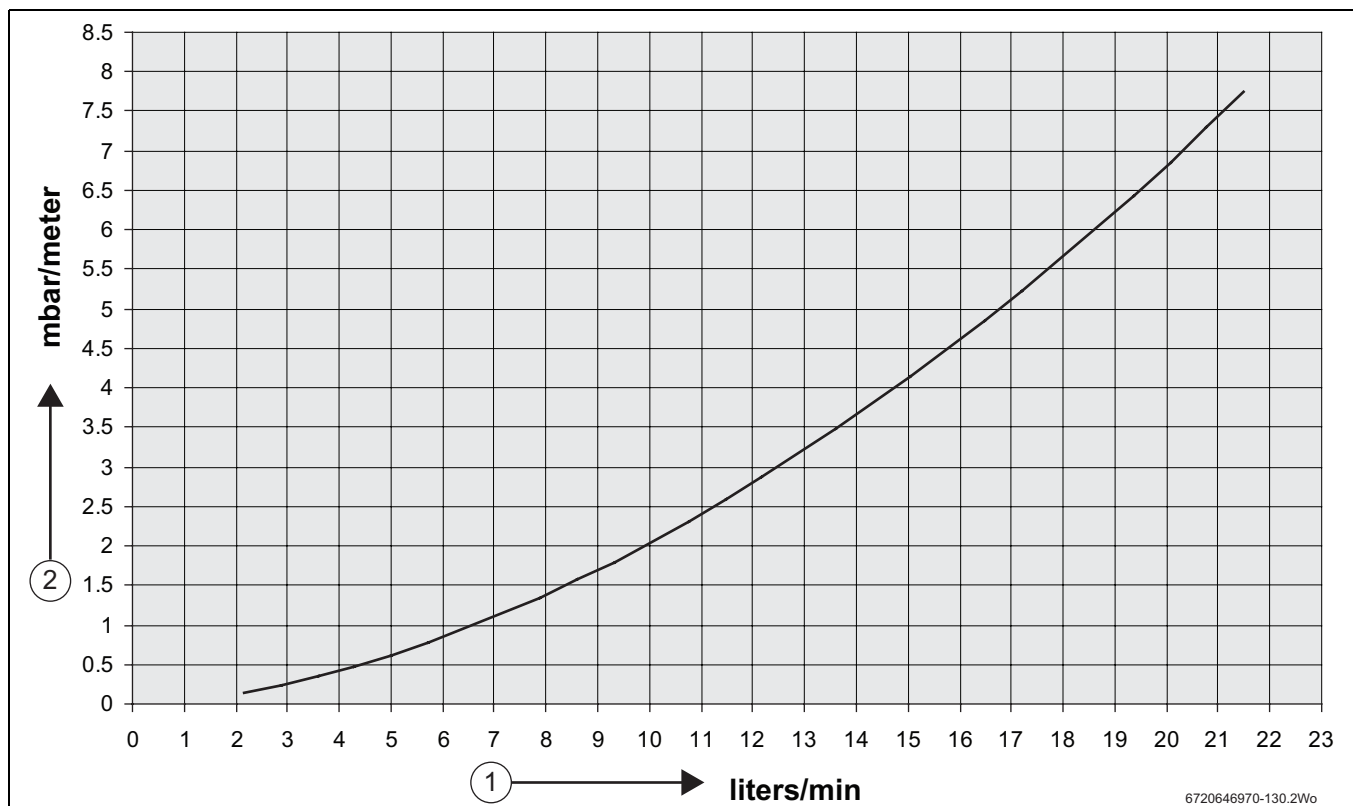
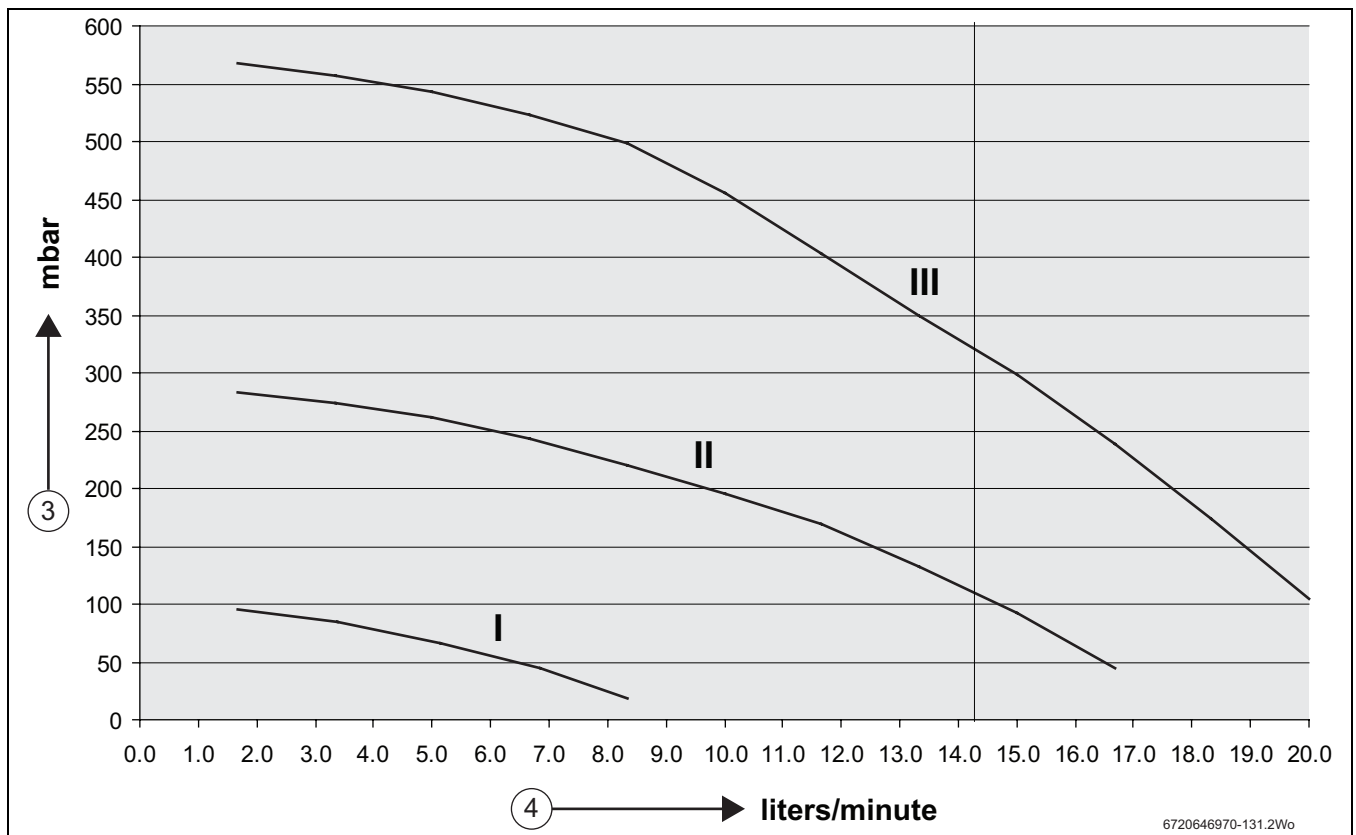

Bild 52 Druck und Volumenstrom im Hybrid-Manager (Inneneinheit)
Bild 53 Verfügbare Förderhöhe
1. Die Pumpe im Hybrid-Manager muss auf eine konstante Drehzahlstufe III, II oder I eingestellt sein. Wir empfehlen, die niedrigste Drehzahlstufe einzustellen, die dem Gesamtdruckverlust der Anlage (P) entspricht.
2. Die verfügbare Förderhöhe der Pumpe (siehe Bild 53 – verfügbare Förderhöhe) muss zwischen dem Hybrid-Manager und der Heizungsanlage den Heizkreiswiderstand (A) und den Widerstand zusätzlicher Rohrleitungen (B) überwinden.
3. Wie hoch ist die maximale Heizleistung des Brennwertwärmeerzeugers/Heizkessels (Q) für die Heizungsanlage in kW?
8. Wie groß ist der Druckverlust (B) über die äquivalente Länge der zusätzlichen Rohrleitungen in mbar? - siehe Bild 52, Druckverlust/Volumenstrom
9. Gesamtdruckverlust der Anlage (P) berechnen, den die Pumpe überwinden muss: $P = A + B$
10. Anhand des Diagramms für die Förderhöhe der Hocheffizienzpumpe (siehe Bild 53) die Drehzahlstufe auswählen, die den Gesamtdruckverlust (P) für den Volumenstrom (F) der Anlage am besten bereitstellen kann.
11. Wenn keine der Pumpenkurven die Anforderungen erfüllt, muss ggf. die äquivalente Länge der zusätzlichen Rohrleitungen (B) verringert werden.
1. Die Pumpe im Hybrid-Manager muss auf eine konstante Drehzahlstufe III, II oder I eingestellt sein. Wir empfehlen, die niedrigste Drehzahlstufe einzustellen, die dem Gesamtdruckverlust der Anlage (B) entspricht.
2. Die verfügbare Förderhöhe der Pumpe (siehe Bild 53) muss den Widerstand der Rohrleitungen (B) zwischen dem Hybrid-Manager und dem Parallelpufferspeicher überwinden.
7. Wie groß ist der Druckverlust (B) über die äquivalente Länge der Rohrleitungen in mbar? – siehe Bild 52.
8. Anhand des Diagramms für die Förderhöhe der Hoch-effizienzpumpe (siehe Bild 53) die Drehzahlstufe aus-wählen, die den Gesamtdruckverlust (P) der Anlage beim gegebenen Volumenstrom (F) der Anlage am besten bereitstellen kann.
9. Wenn keine der Pumpenkurven die Anforderungen erfüllt, muss ggf. die äquivalente Länge der Rohrleitun-gen (B) verringert werden.